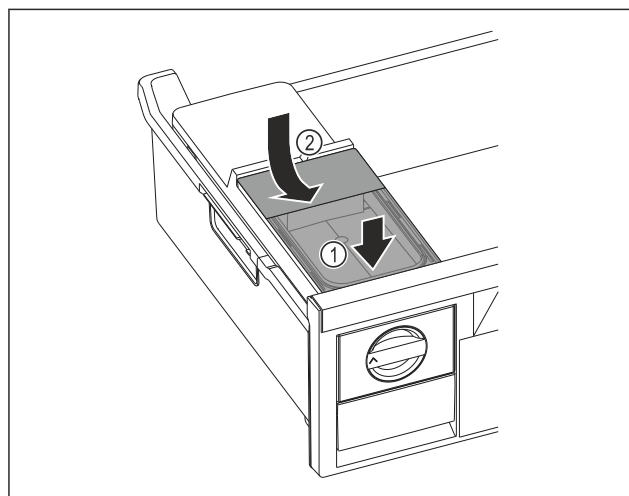

Fig. 79
- Placer le réservoir d'eau à l'avant. Fig. 79 (1)
- Abaisser le réservoir d'eau à l'arrière. Fig. 79 (2)